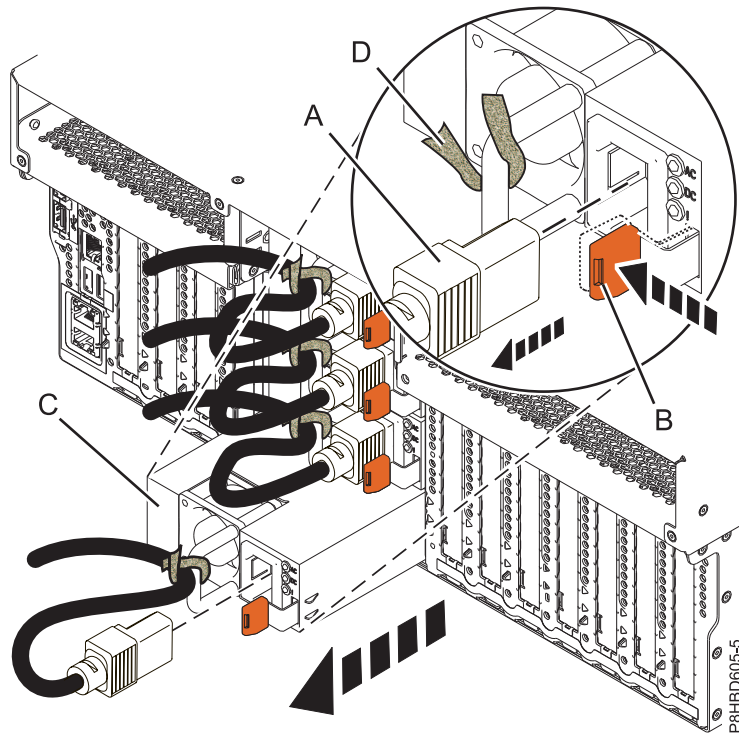
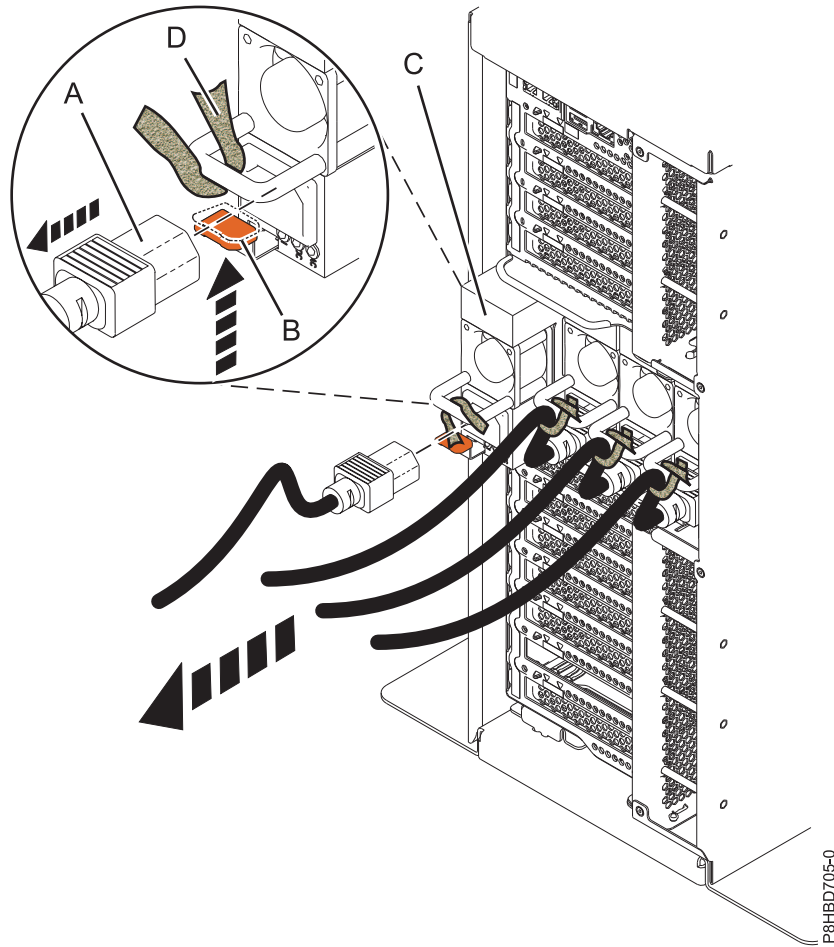

Figura 19. Extracción de una fuente de alimentación de un sistema montado en bastidor
Figura 20. Extracción de una fuente de alimentación de un sistema autónomo
3. Etiquete y desconecte el cable de alimentación de la fuente de alimentación tirando del extremo del cable de alimentación **(A)** sacándolo de la fuente de alimentación en la dirección que se muestra en Figura 19 en la página 22 de un sistema montado en bastidor y Figura 20 en la página 23 de un sistema autónomo.
4. Para desencajar la fuente de alimentación de su posición en el sistema, presione la pestaña de bloqueo de color terracota **(B)** en la dirección que se muestra en Figura 19 en la página 22 de un sistema montado en bastidor y Figura 20 en la página 23 de un sistema autónomo.
5. Para liberar el cable de alimentación enrollado en el asa, suelte el cierre de velcro (D) y, a continuación, extraiga el cable de alimentación de la fuente de alimentación (C). Asegúrese de conservar el cierre de velcro (D) en el cable de alimentación.
6. Tire de la fuente de alimentación (C) para extraerla del sistema, como se muestra en Figura 19 en la página 22 de un sistema montado en bastidor y Figura 20 de un sistema autónomo.